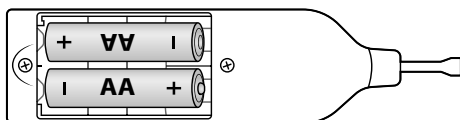

Fig. 1
- ◆ Ouvrez le compartiment à piles ❷ au dos du dispositif fondeur de cire ❶.
- ◆ Introduisez les piles, comme indiqué dans le compartiment à piles ❷, dans le dispositif fondeur de cire ❶ (voir *fig. 1*).
- ◆ Refermez ensuite le compartiment à piles ❷.